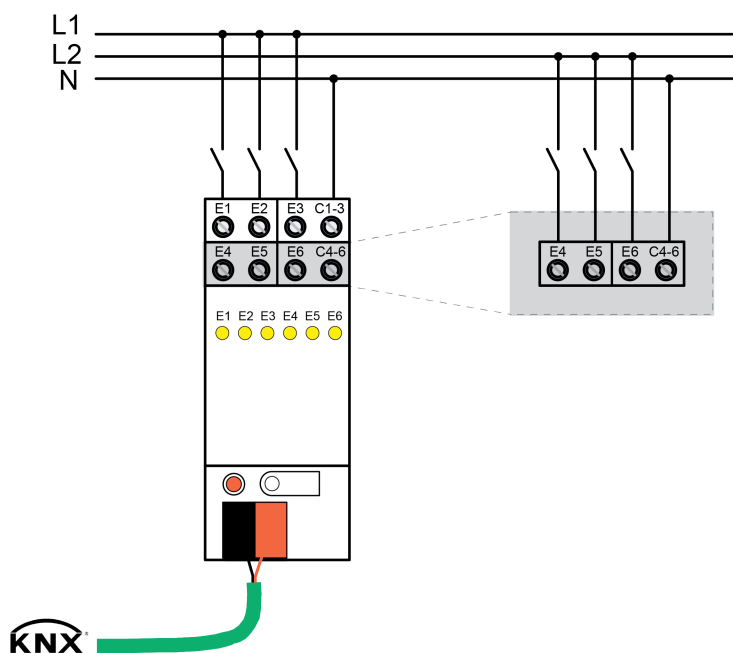

Figure 2: Raccordement des circuits électriques alimentés par secteur
- Raccorder les circuits électriques alimentés en TBTF selon l'exemple de raccordement (figure 2) Raccorder .